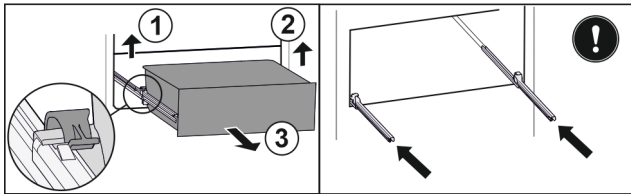

Fig. 48
- ▶ 提起左侧夹子，同时将抽屉左侧向前拉。 Fig. 48 (1)
- ▶ 提起右侧夹子，同时将抽屉右侧向前拉。 Fig. 48 (2)
- ▶ 朝前取出抽屉。 Fig. 48 (3)